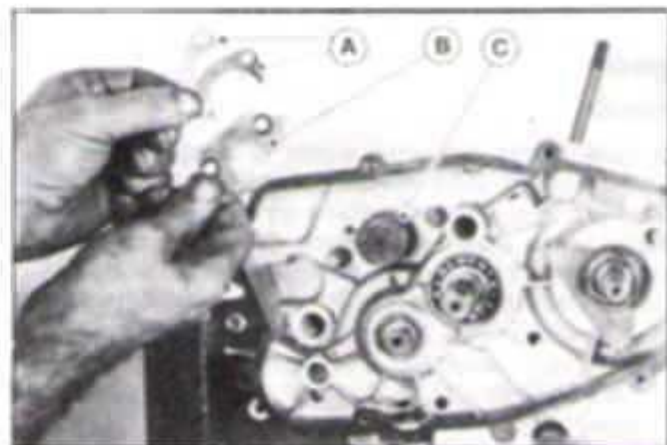

FIG. M29 -
6. Inserir o conjunto do trambulador fixando-o com a trava-eixo trambulador e os calços de compensação de regulagem do jogo de garfos. Figura M29.